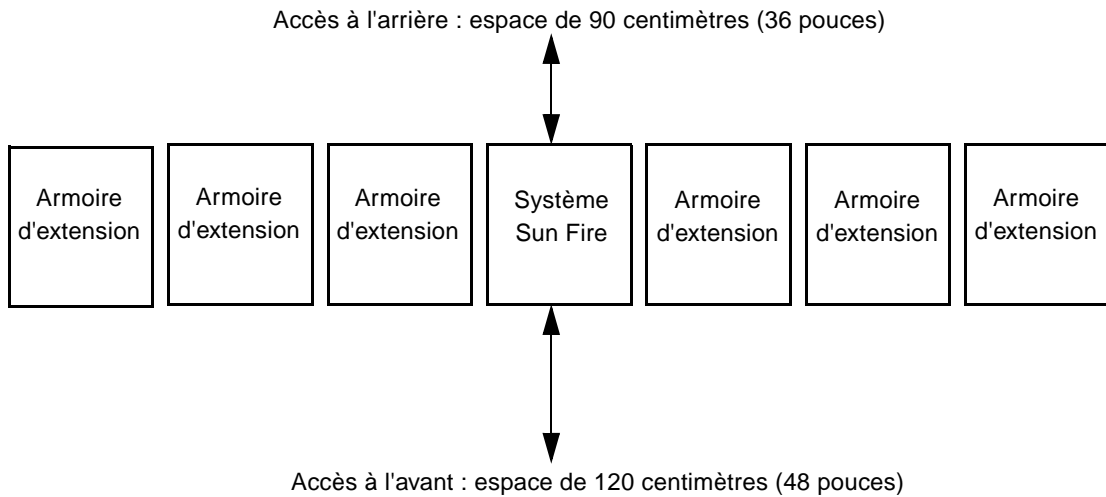

FIGURE 1-1 Zones d'accès au système Sun Fire (vue de dessus)
- FIGURE 1-1 Zones d'accès au système Sun Fire (vue de dessus) 1-4
- Afin que le personnel de maintenance puisse accéder aux systèmes Sun Fire 6800 montés en armoire, laissez des espaces de dégagement de 120 cm (48 pouces) à l'avant et 90 cm (36 pouces) à l'arrière (FIGURE 1-1).